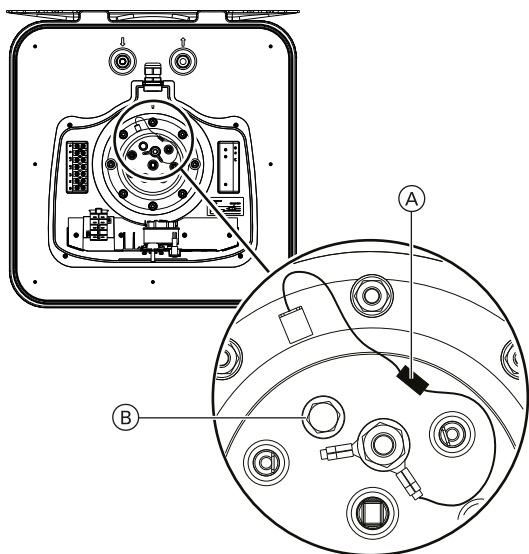

Abb. 4
3. Restwasser über die Entleerungsschraube  (Abb. 4) ablassen.